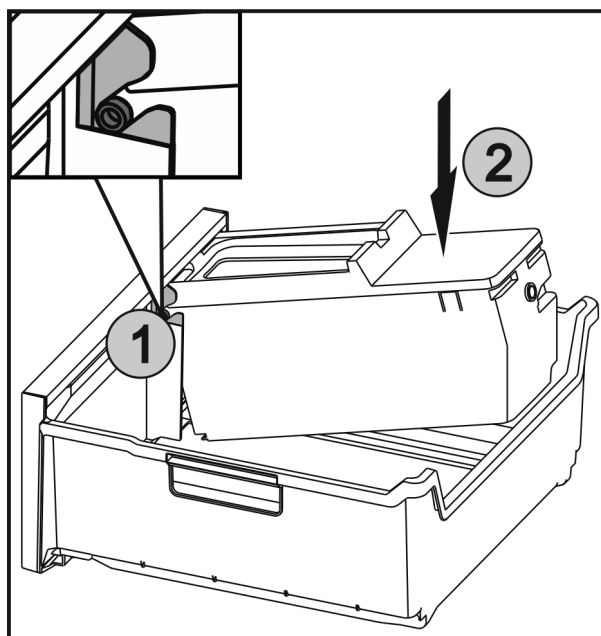

Fig. 83
- ▶ Вкарайте осите Fig. 83 (1) на EasyTwist-Ice във водачите и натиснете задната страна Fig. 83 (2), докато езичето се фиксира.